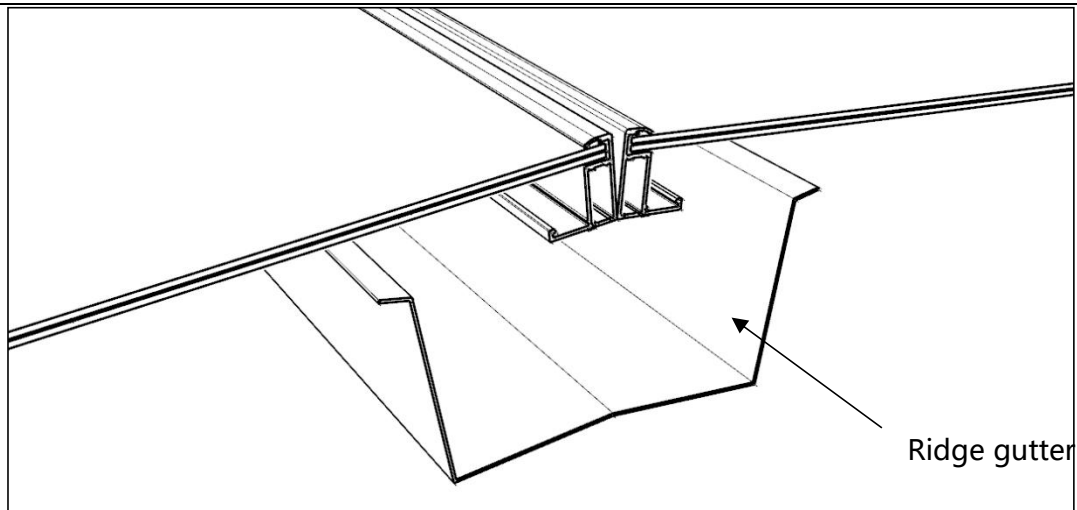

Figura 27
- 16 Instale a calha acabada. (Figura 27)